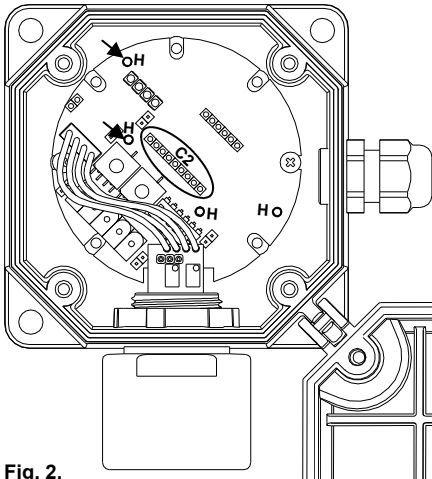

Fig. 2.
3. Identificare i 4 fori 'H' presenti sulla base e visibili in Fig. 2.
4. Identificare il connettore C2 presente sulla base e visibile in Fig. 2.